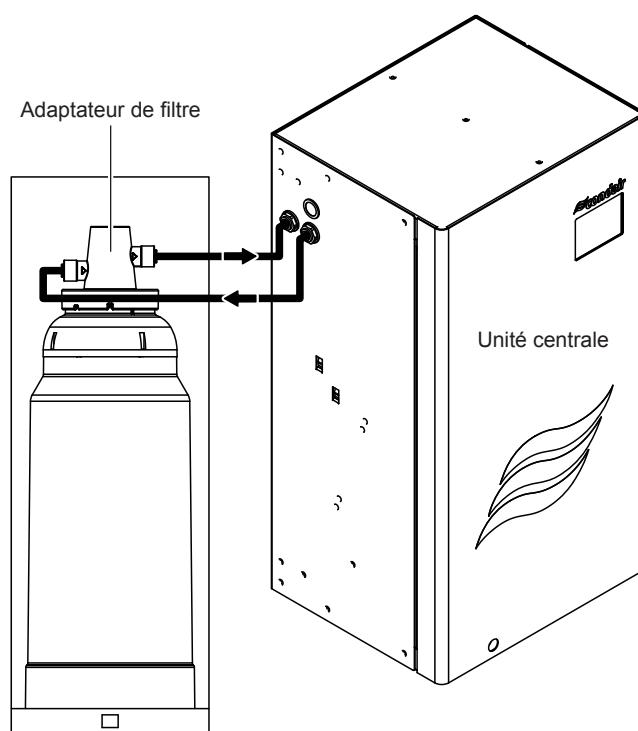
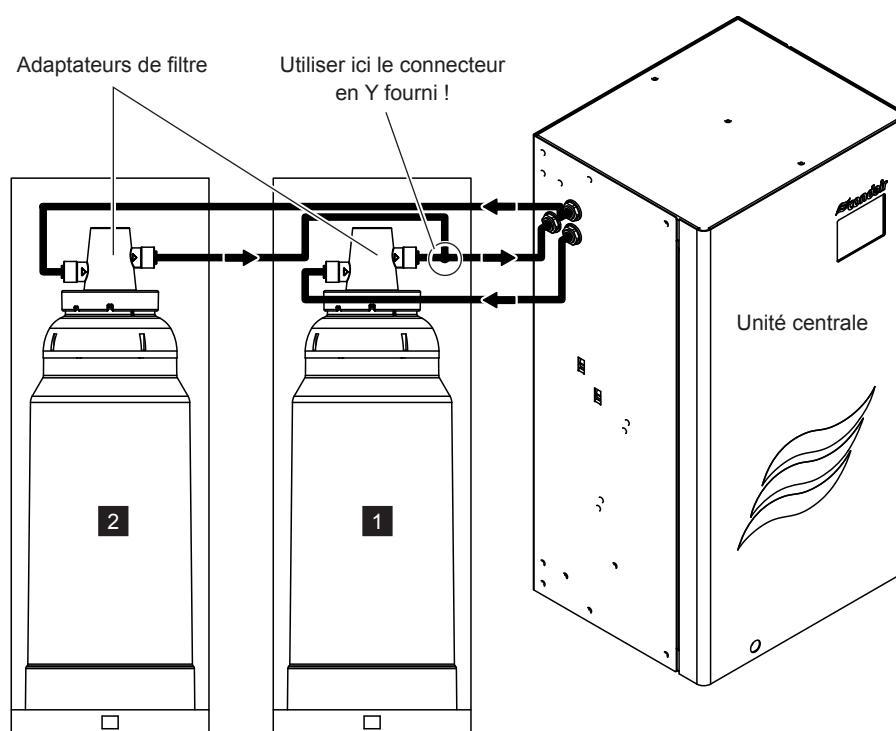

Fig. 36: Schéma de raccordement avec un filtre à eau
Fig. 37: Schéma de raccordement avec deux filtres à eau
8. Raccorder les tuyaux d'eau entre l'adaptateur de filtre et l'unité centrale selon Fig. 36 ou Fig. 37.